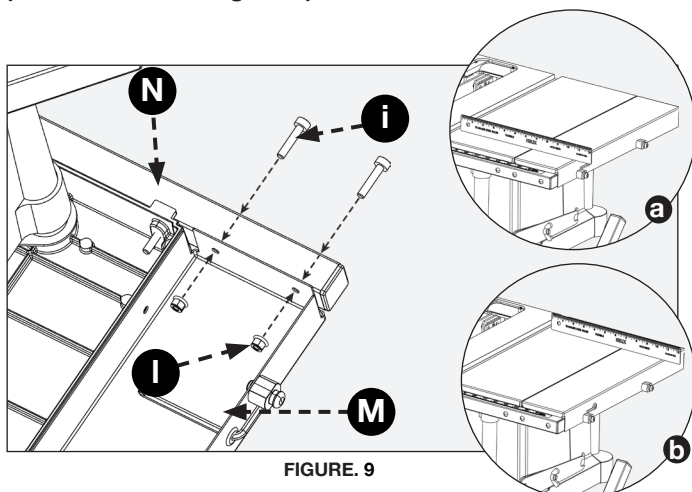

FIGURE 9
Fixer le rail fixé (N), côté échelle vers le haut (côté d'échelle de 16 po à droite), à l'avant de la scie en utilisant les (4) vis à six pans creux M5 x 25 mm (1 po.) (i), comme indiqué à la fig. 9, en veillant à ce que le rail soit bien en place sur chaque support de rail sur le devant de la table.